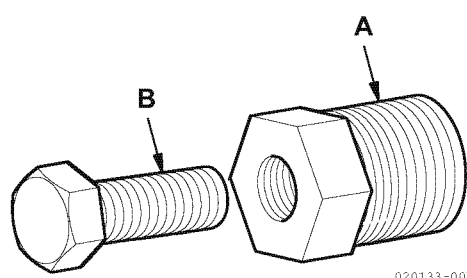

Figure 9
2. Installare l'estrattore (**Figure 9, A**) nella girante.
3. Ruotare la vite di pressione (**Figure 9, B**) in senso orario per estrarre la girante dal corpo della pompa.